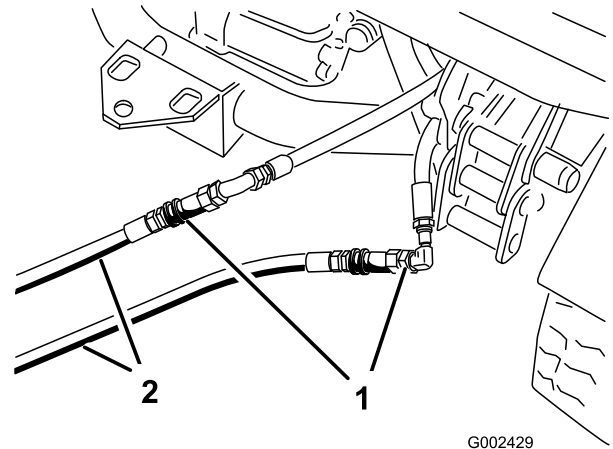

Figure 72
3. Sur le véhicule en panne, raccordez les deux flexibles de secours aux flexibles débranchés (Figure 72). Obtenez les deux raccords inutilisés.